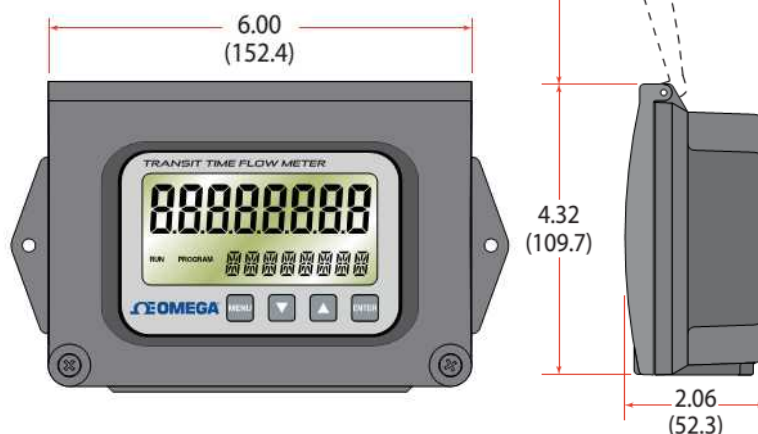

FIGURA 1.2 – DIMENSÕES DO TRANSMISSOR FDT-40
- 3) Montagem – Veja a **Figura 1.2** para obter detalhes sobre as dimensões da montagem. Certifique-se de deixar espaço suficiente para a movimentação da porta, manutenção e entradas para conduítes. Prenda a carcaça a uma superfície plana, utilizando dois prendedores apropriados.